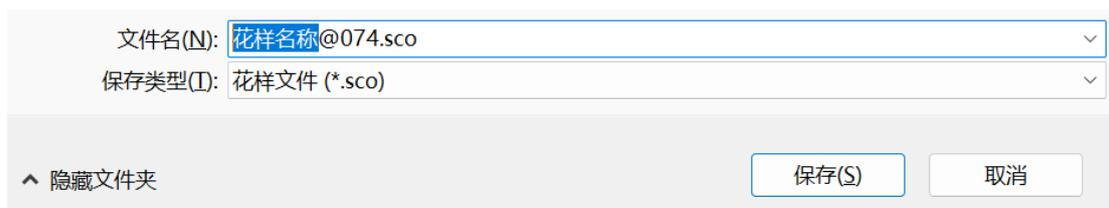

图 7.5.2c 保存文件设置
②输入花样文件名称，保存类型为花样文件(*.sco)，**注意：用户自定义名称必须在@前输入，@后的数字为花样文件号，由系统自动生成。**如下图 7.5.2c 所示。